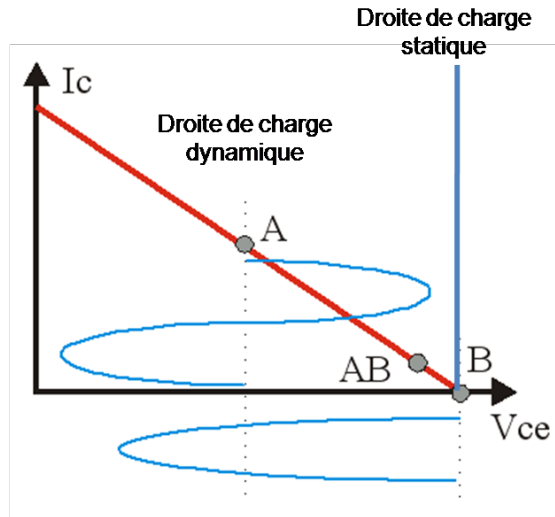

Figure 2 : Caractéristique de la droite de charge
Pour en comprendre le fonctionnement, analysons d'abord le circuit équivalent en courant continu. On choisit les résistances de polarisation pour placer le point Q au blocage figure 2.
2. Mesurer I_c et V_{ce} pour $R_1=R_2= (2k \text{ et } 10k \text{ ohm})$. Selon la figure 2, quelle est la droite de charge voulue. donner votre remarque sur le courant I_c ?
5. Quelle est la droite de charge voulue ? selon la figure 2
6. En mesurant le courant I_c , préciser le point de fonctionnement de la droite de charge dynamique selon la figure 2.
9. En mesurant le courant I_c , préciser le point de fonctionnement de la droite de charge dynamique selon la figure 2.